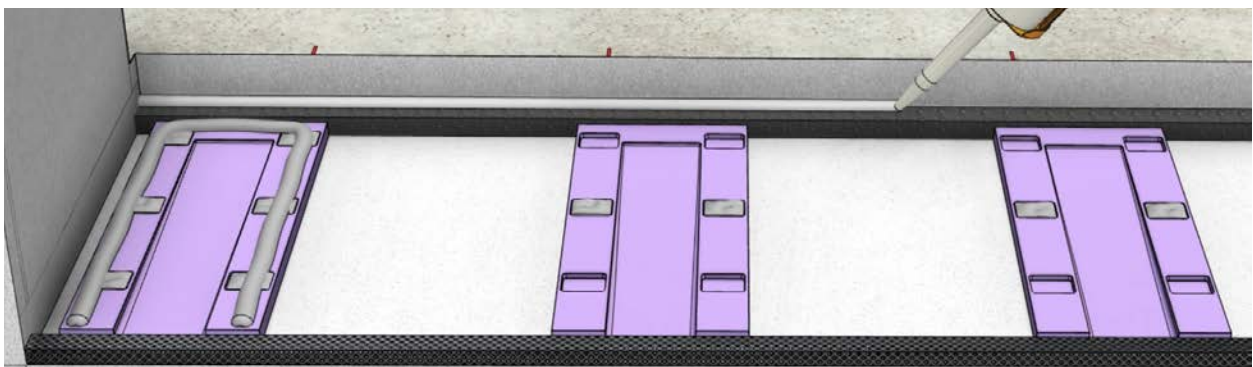

Fig 22
- Aplique un generoso cordón de sellador de silicona sobre la cinta de espuma interior y contra la pared vertical de la bandeja de umbral (Fig. 22).